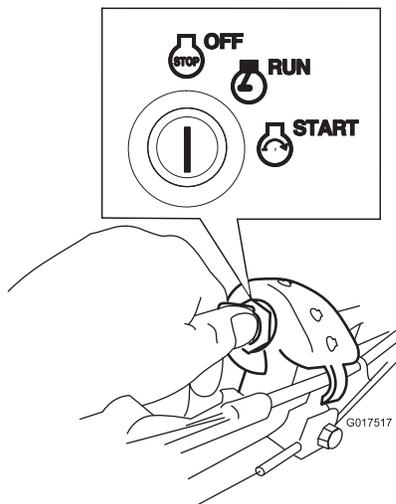

Figure 20
1. Tournez la clé de contact à la position arrêt (Figure 20).